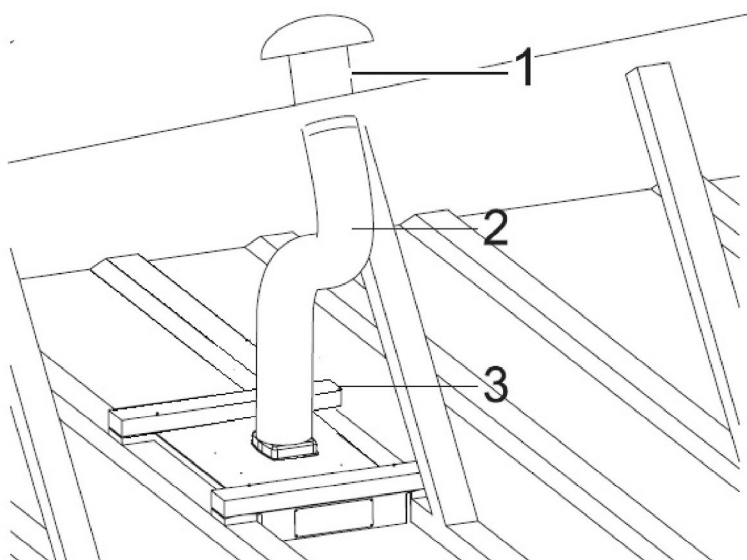

Fig. 15
5. ➔ Koppla ena änden av utsugskanalen till utsugsröret ovanpå ventilatorn och den andra änden till takventilatorn (se avsnitt 2 under avsnittet: Buller och ljud (från motor)* för Goda råd) (Fig. 15).